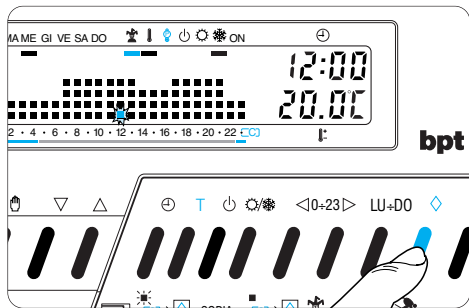

Fig. 41
11.2 - Premere il pulsante \diamond (fig. 41).